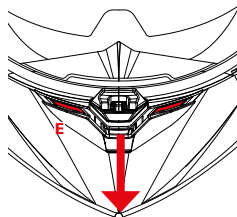

FIGURA 3
- Figura 3: toma de aire completamente abierta.